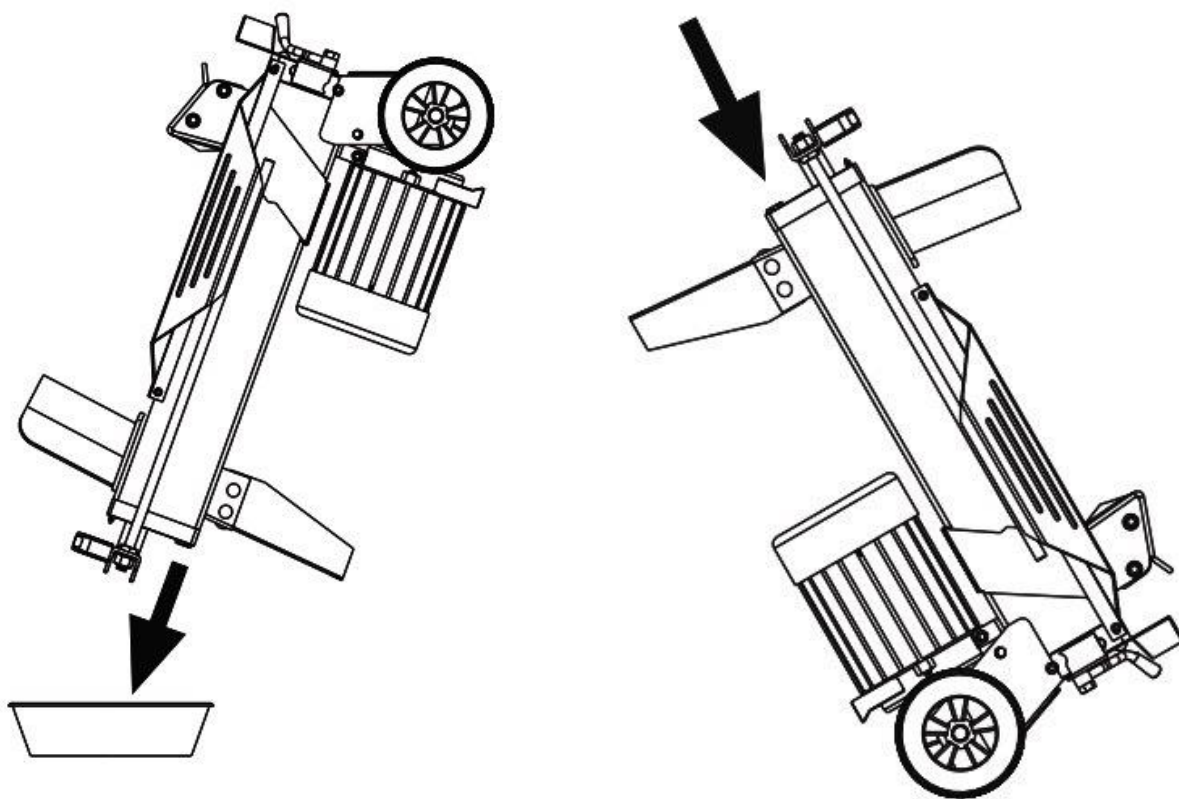

Рис.6
3. Наклоните дровокол на сторону опорной ноги и слейте масло в подходящую емкость (Рис.6А).
4. Наклоните дровокол на сторону двигателя и залейте свежее масло (Рис.6В).